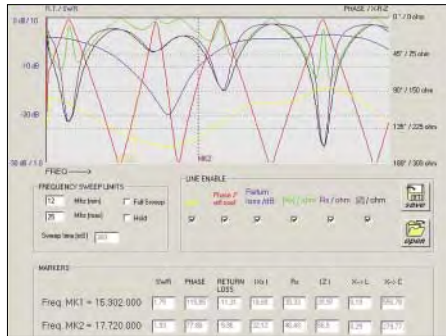

Bild 2: Screenshot der Freeware von IW3HEV; SWV sowie Real- und Imaginärteile von Z und ar im Bereich von 12 bis 25 MHz
eigenständigen mikrocontrollergesteuerten Geräts fallen zu lassen und einen PC zur Steuerung und Anzeige heranzuziehen, was auch den Schaltungsaufwand erheblich reduziert. Die von uns eigens dazu entwickelte Software kommuniziert mit dem Analysator über den LPT-Port. Der Bildschirmaufbau erfolgt innerhalb von etwa 0,5 s, Bild 2 zeigt ein beispielhaftes Diagramm. Der bei der Messung zu überstreichende Frequenzbereich ist frei programmierbar über die Daten  $f_{min}$  und  $f_{max}$ . Aus den angezeigten Diagrammen gehen das SWV  $s$ , Betrag (als logarithmisches Maß  $a_r$ ) und Phase  $\phi_r$  des komplexen Reflexionsfaktors  $|r|$  sowie Betrag des komplexen Scheinwiderstands  $|Z|$  nebst
- Die einzelnen Kurven, vgl. Bild 2, lassen sich je nach Bedarf auswählen, ihre Farben sind in *analyz.ini* programmierbar. Dort lässt sich auch die Adresse des LPT-Ports einstellen – Standard ist 378H.